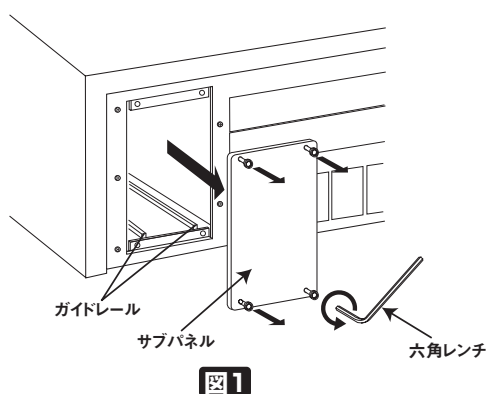

図1
- 2 リアパネル側の増設用スロットのサブパネルをはずします。ネジ(4本)は、オプションに付属の六角レンチを使用(反時計回り)してはずします。(図1参照)